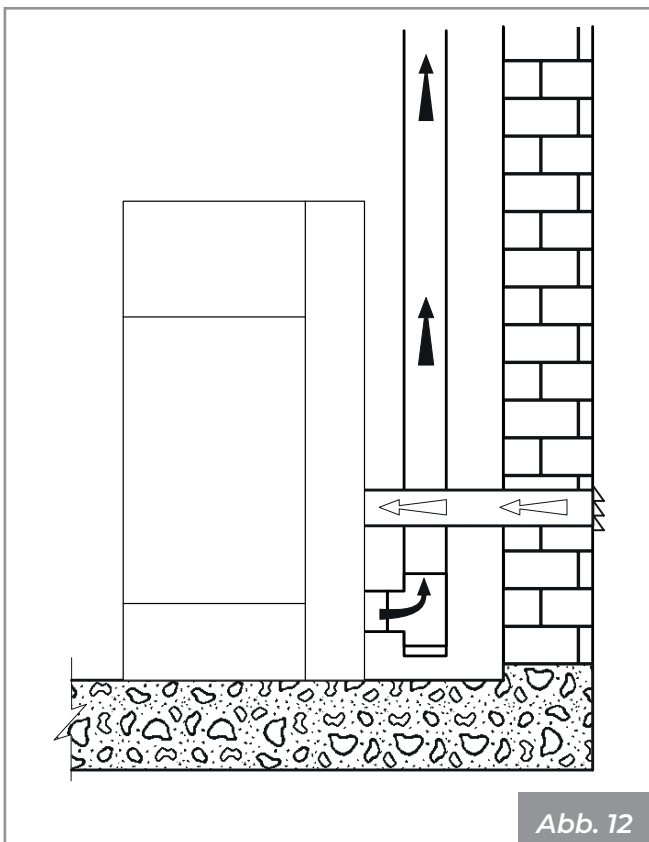

Abb. 12
- direkt von außen mit direktem Anschluss an die Brennkammer kommen (**Abb. 12**).
In diesem Fall ist es möglich, den Einlass der Verbrennungsluft des Gerätes an den Lufteinlass mit einem entsprechenden Kanal anzuschließen (**Abb. 12**).